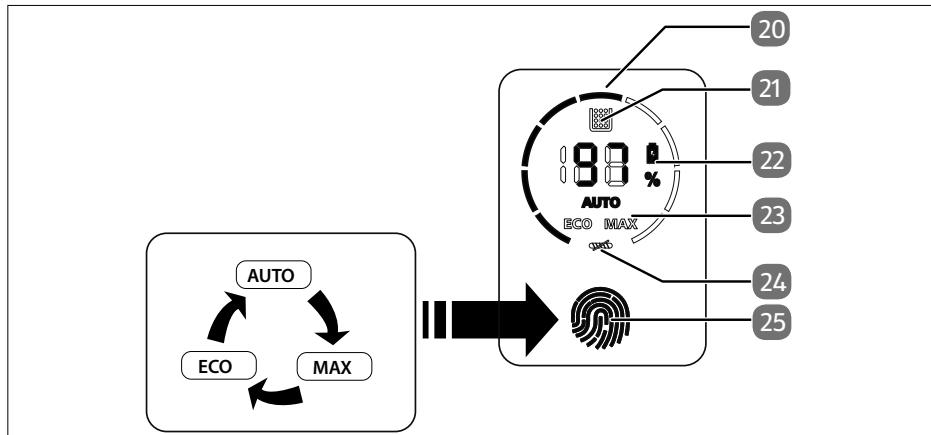

Fig. 2 – Comandi
4. Toccare il campo (20) per impostare la modalità di funzionamento **Auto**, **Max** o **Eco** (vedere Fig. 2).